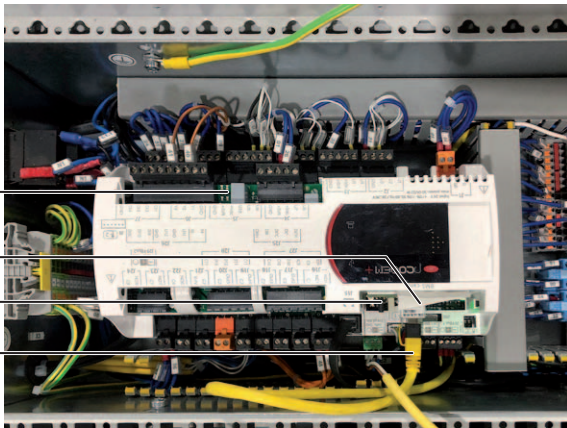

Abb. 34: pCO Web Karte
- Drücken Sie bzw. ggf. eine zweite Person die „Reset“-Taste (Abb. 34, Pos. 3) und halten Sie sie während des Bootvorgangs der Karte für ca. 20 Sekunden gedrückt, bis die Status-LED dreimal langsam blinkt.